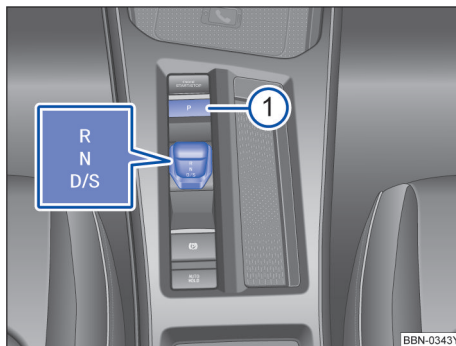

图 102 带锁止按钮（箭头所示）的自动变速箱电子换挡杆
- 要切换自动变速箱模式，请向前或向后拨动电子换挡杆→图 102。然后，电子换挡杆始终返回至中间位置。
- 按下 P 键选择 P 模式→图 102 ①。
如需要挂入，按压 P 挡按键→图 102 ①。如需挂出 P 挡，必须踩下制动踏板的同时推动电子换挡杆。
如需在行驶挡 D 和 S 之间切换，向后拨动电子换挡杆，可进行一次模式切换→图 102。